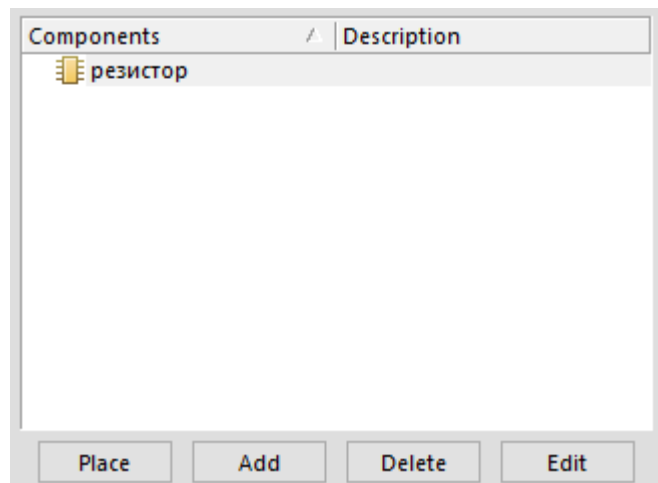

Рис.4 Створення резистора
- **Задаємо ім'я > OK**. У панелі **SCH Libraries** з'явився компонент з заданим ім'ям (Рис.4)